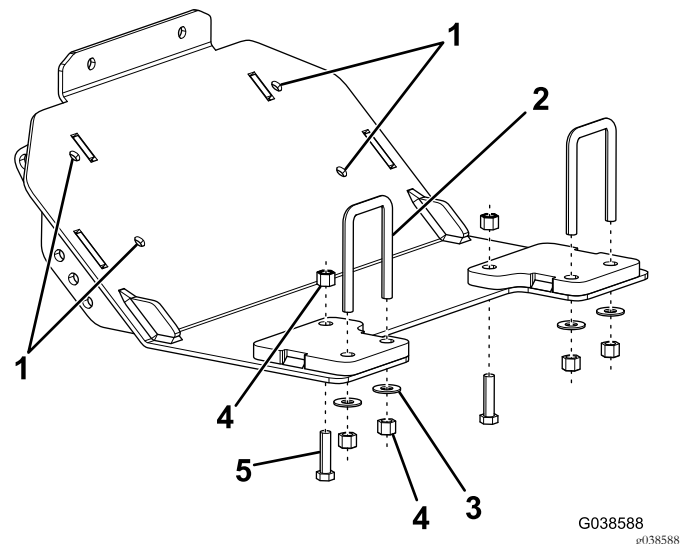

Bild 1
3. Befestigen Sie den Pflugunterfahrschutz mit zwei Schrauben ($\frac{3}{8}$ ") und zwei Sicherungsmuttern ($\frac{3}{8}$ ") an der Verstärkung des Fahrzeugrahmens, wie in **Bild 1** abgebildet.
4. Befestigen Sie die Rückseite des Pflugunterfahrschutzes mit zwei U-Bügeln, vier Scheiben und vier Sicherungsmuttern ($\frac{3}{8}$ ") am Fahrzeugrahmen, wie in **Bild 1** abgebildet.
5. Verwenden Sie den Pflugunterfahrschutz als Schablone und bohren Sie vier $\frac{3}{8}$ " große Löcher in die vordere Stoßstange (**Bild 1**).